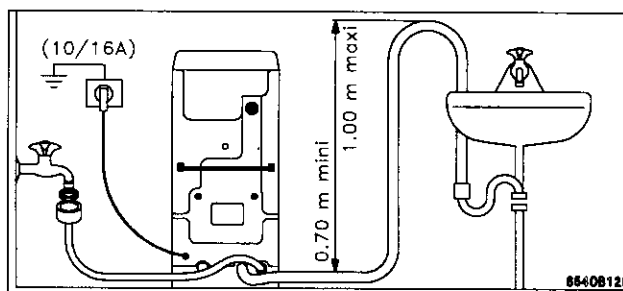

Fig. 1
**Attention :** lorsque la machine est installée sur un sol moqueté, il faut s'assurer que la moquette n'obstrue pas les ouvertures, situées dans le bas de la machine, qui sont prévues pour la ventilation. Le robinet, l'installation pour la vidange et la prise de courant doivent se trouver à proximité des tuyaux de la machine et du câble d'alimentation (fig.1).